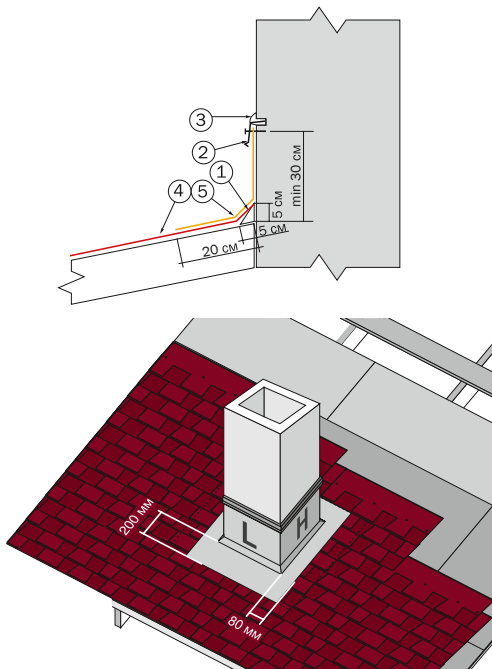
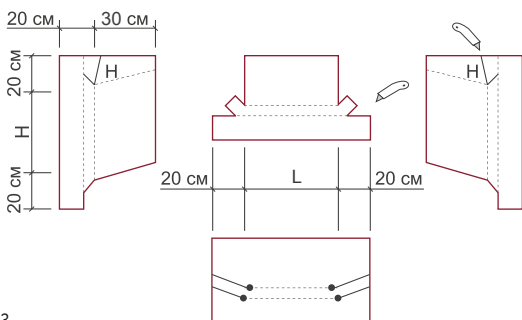
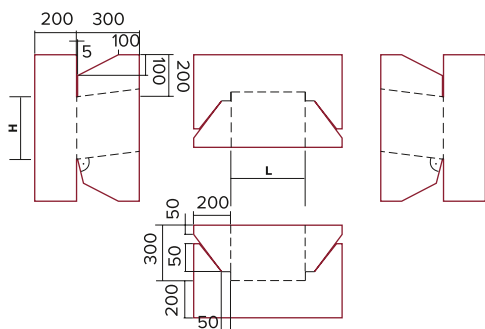

Рис. 22
Рис. 23
Рис. 24
В местах стыков ската кровли со стенами (Рис. 22) набивается треугольная рейка (1), на которую заводится рядовая черепица (4). В качестве треугольной рейки может быть использован
Для герметизации дымовых и вентиляционных труб делают выкройку либо из эндовного ковра (Рис. 23), либо из металла с антикоррозийным покрытием (Рис. 24). Полученные выкройки сгибаются или надрезаются в определенных местах. Способ монтажа показан на рис. 22. Первоначально монтируется лицевая выкройка с заводом на рядовую черепицу. Затем монтируется левая и правая, которые заводятся под черепицу. В последнюю очередь монтируется тыльная выкройка. При монтаже необходимо соблюдать принцип